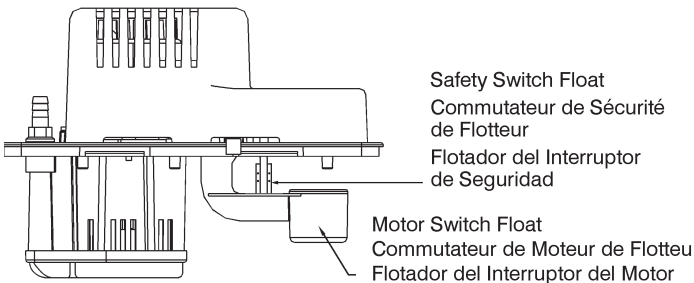

Figure 6
2. Be sure floats move freely. Clean as necessary (Fig. 6).
3. Test motor switch by raising motor switch float with finger (Fig. 6). Motor should turn on just before float contacts cover.
2. Veillez à ce que les flotteurs bougent librement. Nettoyez-les au besoin (Fig. 6).
3. Tester le commutateur de moteur en levant le commutateur de moteur du flotteur avec le doigt (Fig. 6). Le moteur doit se mettre en marche avant que le flotteur ne touche le couvercle.
2. Asegúrese de que el flotador se mueva libremente. Limpie cuando sea necesario (Fig. 6).
3. Pruebe el interruptor del motor, levantando su flotador con el dedo (Fig. 6). El motor deberá activarse, antes de que el flotador entre en contacto con la cubierta.